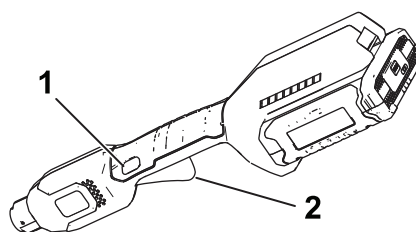

Bild 7
4. Drücken Sie zum Anlassen des Freischneiders die Arretierungstaste und drücken Sie dann den Abzug für die variable Geschwindigkeit (Bild 7).